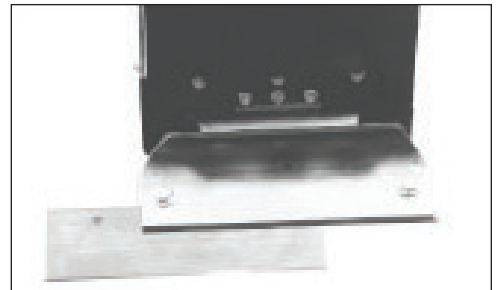

図 6
- ブレードをカッティングヘッドにオフセットさせることで、トーキックにアクセスしやすくなり、壁沿いの剥離がしやすくなります (図 6)。